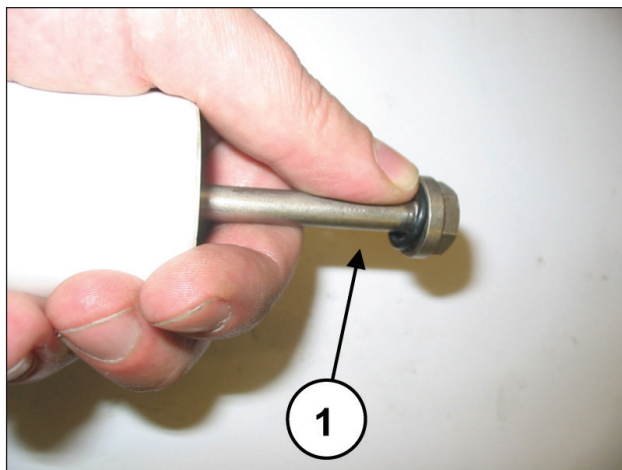

Fig. 46
À chaque démontage, remplacer tous les joints toriques du groupe piston (Fig. 46, rep. ①).